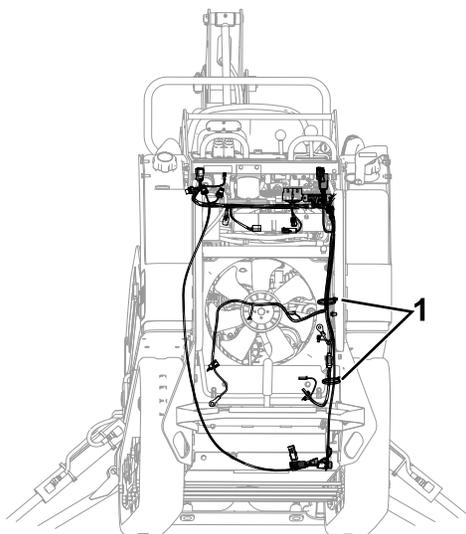

Figura 15
12. Fissate il cablaggio al cablaggio del trattorino con le 2 fascette per cavi rimanenti come mostrato nella Figura 15.